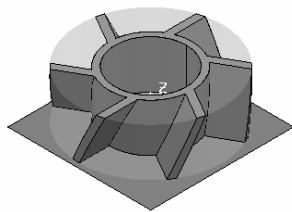

图 5-148 启动平面命令 图 5-149 “输入平面的 Z 轴高度”对话框 图 5-150 创建辅助平面
1) 在“PowerMILL 资源管理器”中选中“模型”选项，在弹出的快捷菜单中选择“产生平面”→“自毛坯”命令，如图 5-148 所示。在弹出“输入平面的 Z 轴高度”对话框中输入-2，如图 5-149 所示。